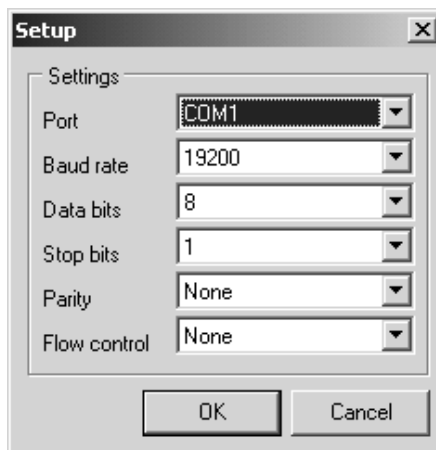

Рисунок 17 - Установка параметров связи
- а) установить порт обмена и настроить параметры связи (рисунок 17), выбрав пункт «Настройки» главного меню, а затем - «Настройки порта»;